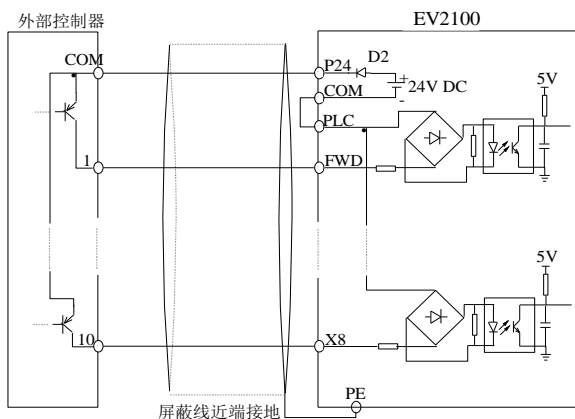

图3-24 使用变频器内部+24V电源的漏极连接方式
②使用变频器内部+24V电源,外部控制器为PNP型的共发射极输出的连接方式(注意去除PLC与P24端子间的连接线),如图3-24所示。